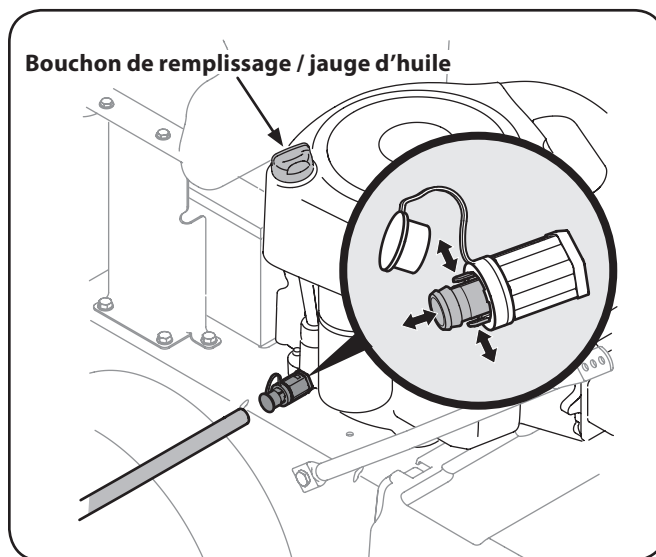

Figure 6-2
4. Retirez le capuchon protecteur de la soupape de vidange. Voir Figure 6-2.
7. Pincez la soupape de vidange des deux côtés, puis tirez la soupape vers l'extérieur pour vidanger l'huile. Voir Figure 6-2.